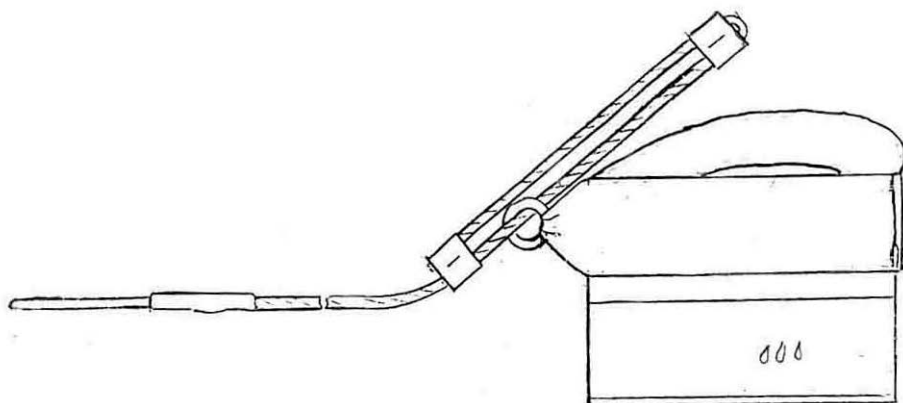

Рис. 10. Звено ручного раскрытия.
2.5.12. Звено ручного раскрытия, предназначенное для ручного раскрытия отсека запасного парашюта, состоит из троса, на одном конце которого установлена шпилька зачехловочная, а на другом - ограничитель с полужестким кольцом - ручкой звена (рис. 10).